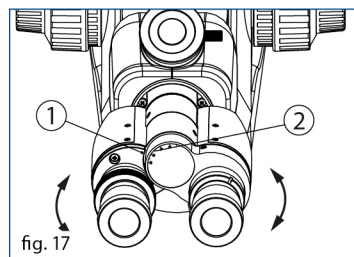

fig. 17
1. (Fig. 17) Observe la muestra con ambos ojos, sostenga la base de los oculares y gírelo alrededor del eje hasta que solo quede un campo de visión
2. El "1" (1) en del lateral marca la posición correcta para sus ojos. El número es la distancia interpupilar (2). Rango: 50-75 mm. Recuerde su distancia interpupilar ya que le ayudara a configurar el microscopio según sus características personales la próxima vez que trabaje con él